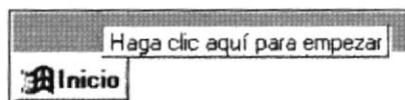

Fig. 4-1. Barra de Tareas de Windows
2. Haga click en el botón de <Inicio> (Ver Fig 4-1) de la barra de tareas de Windows '95.